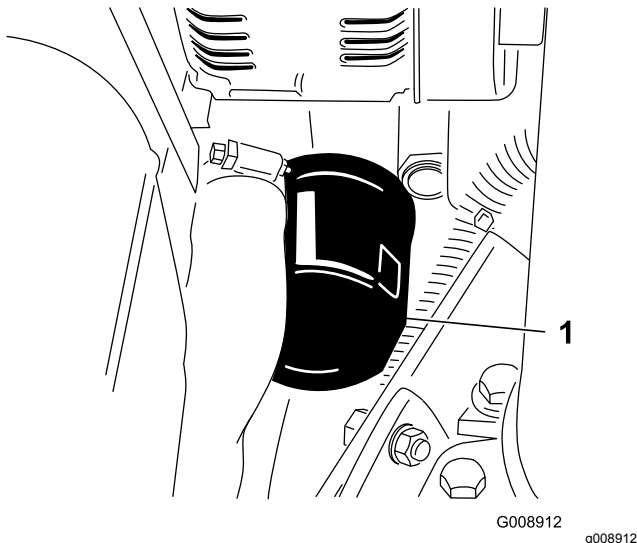

Figura 64
2. Retire el filtro de aceite (Figura 64).